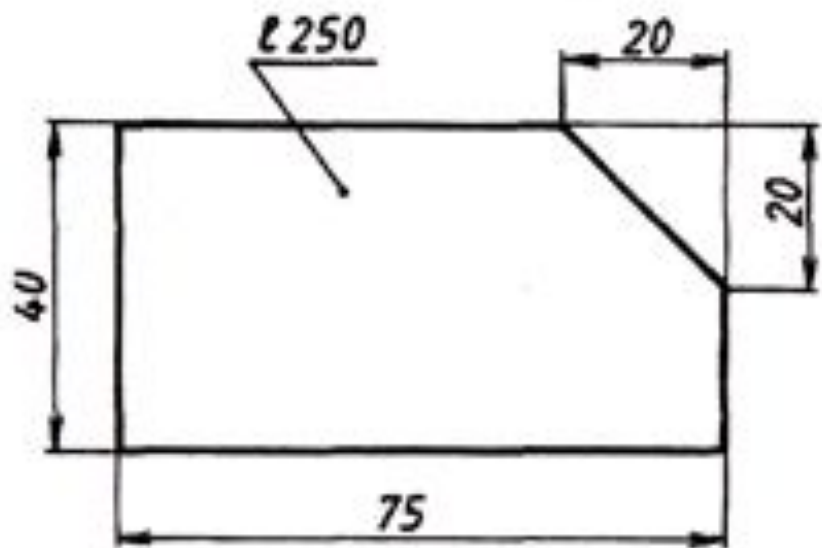

**Рис. 49. Нанесение размеров квадратных по форме элементов**
**Размеры квадрата или квадратного отверстия наносятся, как показано на рис. 49.**